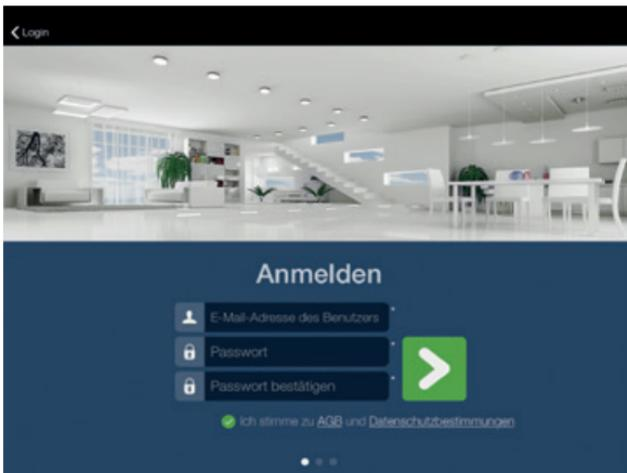

Abb. 2
2. Tragen Sie eine gültige E-Mail-Adresse und das Kennwort auf dem Anmeldebildschirm ein. Es wird ein Aktivierungs-Link an die angegebene E-Mail-Adresse gesendet (siehe Abb. 2)